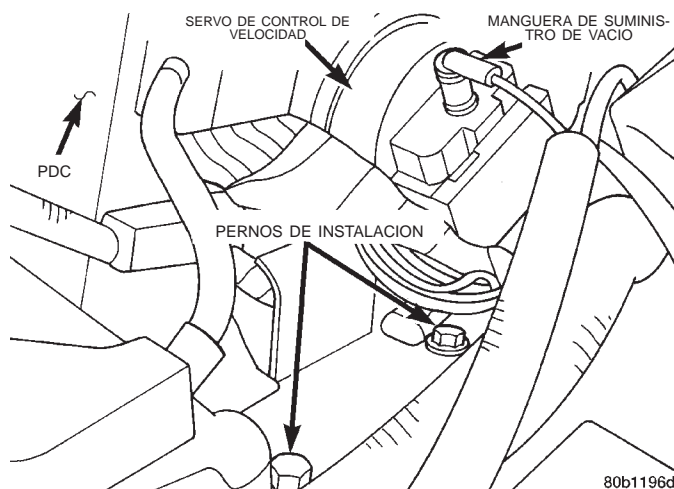

Fig. 18 Instalación del soporte del servo de control de velocidad
(3) Retire la manguera de suministro de vacío del servo de control de velocidad (Fig. 18).
(4) Retire los 2 pernos (Fig. 18) que fijan a la carrocería el soporte para el servo de control de velocidad.
(19) Instale y apriete firmemente los 2 pernos (Fig. 18) que fijan el soporte del servo de control de velocidad en la carrocería.
(20) Instale la manguera de suministro de vacío en el servo de control de velocidad (Fig. 18).